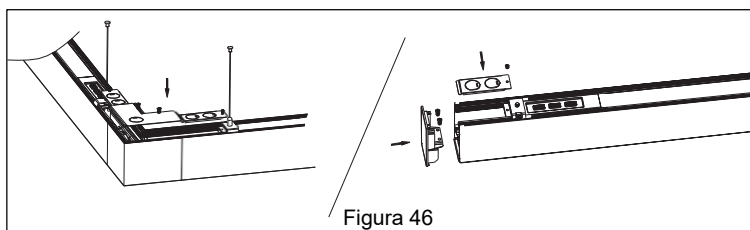

Figura 46
8. Reinstala la cubierta superior del conector en L y de la lámpara. **Ver Figura 46.**